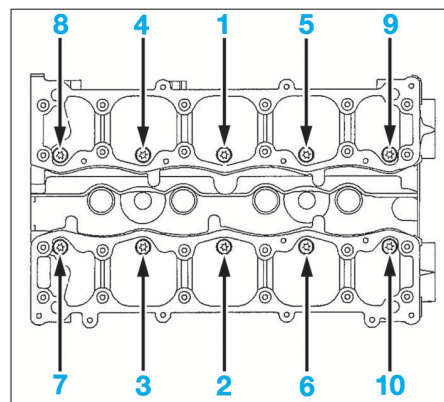

FIG. 33
- Serrer les vis de culasse en respectant l'ordre et le couple de serrage prescrit (Fig.33).